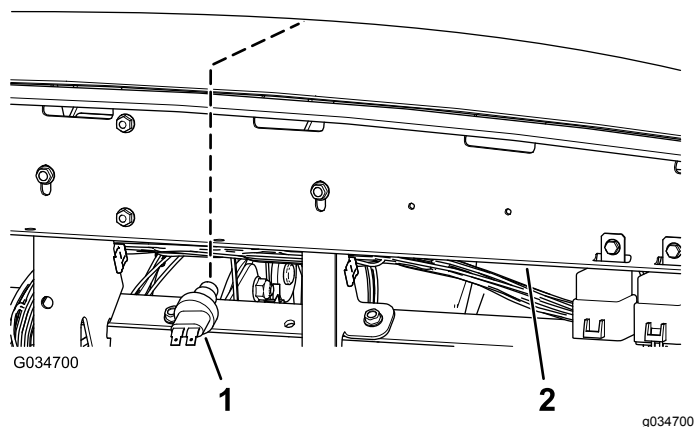

Рисунок 5
- 2. Протяните руку под кронштейн приборной панели и установите переключатель звукового сигнала в отверстие (Рисунок 5).
2. Протяните руку под кронштейн приборной панели и установите переключатель звукового сигнала в отверстие (Рисунок 5).